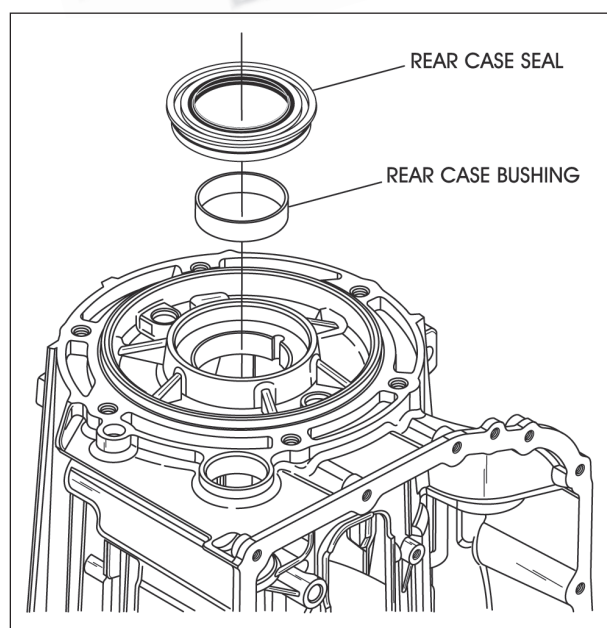

Figura 52
17. Remova e descarte o vedador traseiro da carcaça, conforme mostra a figura 52.